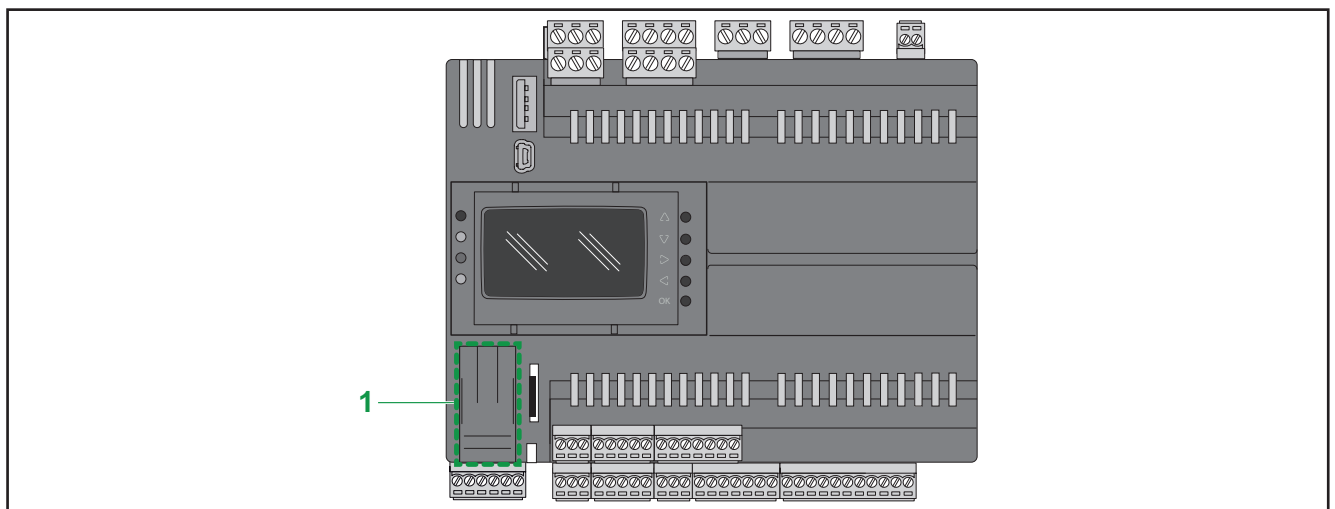

Abb. 50. EWCM 9000 PRO (HF): Batterie-Inspektionsklappe
Die Regler für CO₂-Verdichterzentralen **EWCM 9000 PRO (HF)** beinhalten eine abnehmbare Klappe (siehe 1 in „**Abb. 50**“ auf **S. 75**) unten links an der Frontseite. Unter der Inspektionsklappe befinden sich ein Batteriefach und ein 5poliger Stecker (reserviert). Für den Austausch der internen Batterie bitte den technischen Eliwell Service kontaktieren.